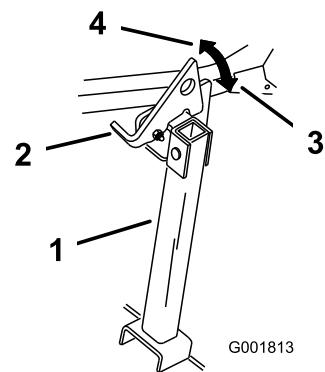

Figure 41
2. Relevez le verrou en position déverrouillée (Figure 41).